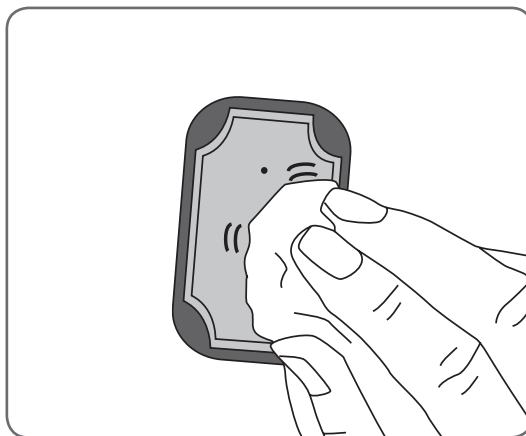

Figure 8-5 : Absorption des électrodes en tissu.
4. Épongez tout excès d'eau de l'électrode en tissu. Reportez-vous à la Figure 8-5.